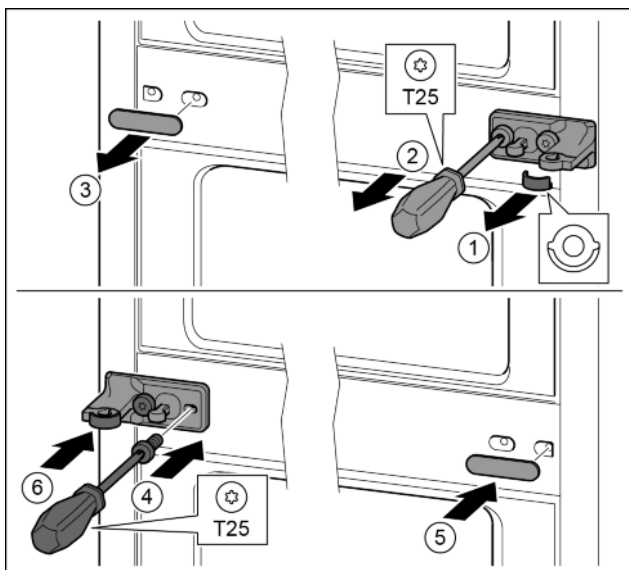

Fig. 34
- ▶ Extrageți șaiba. Fig. 34 (1)
- ▶ Demontați șuruburile cu șurubelnița T25. Fig. 34 (2)
- ▶ Desprindeți cu precauție capacul. Fig. 34 (3)
- ▶ Înșurubați ferm pe cealaltă parte suportul de lagăr cu folie rotit cu 180°. Fig. 34 (4)
- ▶ Atașați pe cealaltă parte capacul rotit cu 180°. Fig. 34 (5)
- ▶ Montați șaiba din față. Fig. 34 (6)